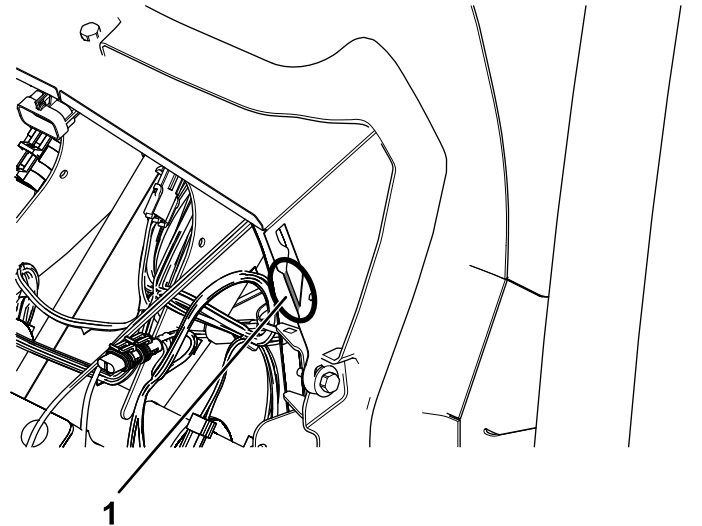

Figura 41
3. Con un cortador de latón, retire la espiga de transporte a cada lado de la canaleta de agua (Figura 41).